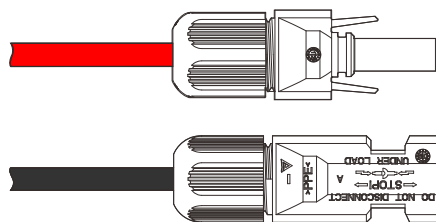

Figura 3-19 Aperte a contraporca
- Etapa 4 Aperte as contraporcas dos conectores positivos e negativos nas conchas isolantes correspondentes, como exibido na Figura 3-19.